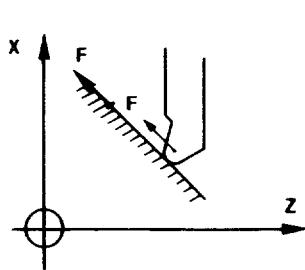

Fig. 1
- En correction de rayon (G41 - G42), la vitesse programmée (F) est appliquée sur la trajectoire du centre pastille (fig. 1).